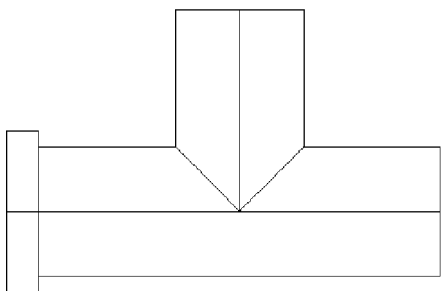

图 12-38 前视图
1) 选择【常用】功能区 | 【视图】选项板 | 【前视】视图，如图 12-38 所示。